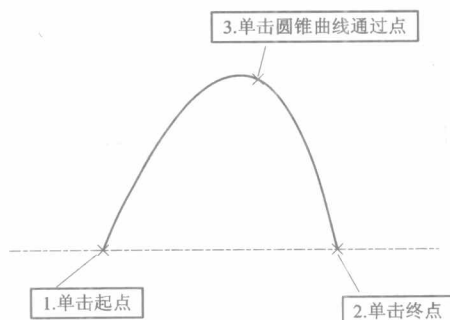

图 2-13 草绘锥形弧
(5) 锥形弧：单击草绘圆锥曲线图标，单击锥形弧的起点和终点，再拖动鼠标，单击锥形弧通过的点以确定其几何形状，如图 2-13 所示。